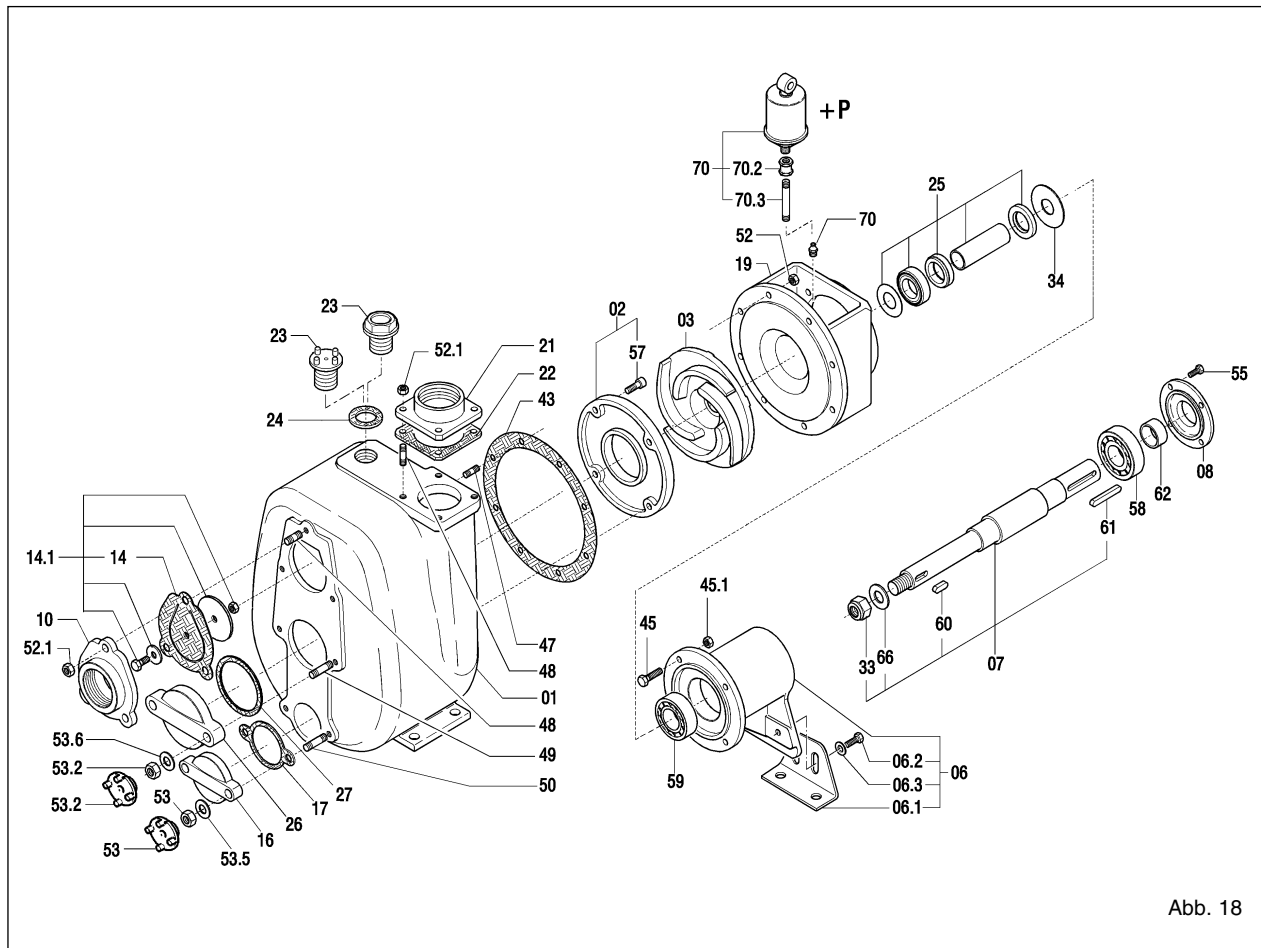

Abb. 18
12.2 Ersetzung des Laufrades (Abb. 18)
- Die Muttern (52) lösen und den Pumpenkörper entfernen; dabei darauf achten, dass die Dichtung (43) nicht beschädigt wird.
- Das Laufrad (03) blockieren und die selbstblockierende Mutter (33) abschrauben.
- Gegebenenfalls die Dichtung (43) ersetzen.
12.3 Ersetzung des Verschleißtellers (Abb. 18)
- Die Muttern (52) lösen und den Pumpenkörper entfernen; dabei darauf achten, dass die Dichtung (43) nicht beschädigt wird;
- Die Innensechskantschrauben (57) lösen
- Den Verschleißteller (02) ausbauen und ersetzen
- Gegebenenfalls die Dichtung (43) ersetzen
12.4 Ersetzung des Ventils (fig. 18)
- die Ventilhalterung (10) herausnehmen
- das Ventil (14) herausnehmen
- den Ventilsitz der Ventilhalterung (10) reinigen und wieder einsetzen
12.5 Ersetzung der Dichtung Typ 1 oder 2 (Bezug Abb. 18, 19 und 20)
12.7 Wartung der Lager (Abb. 18)